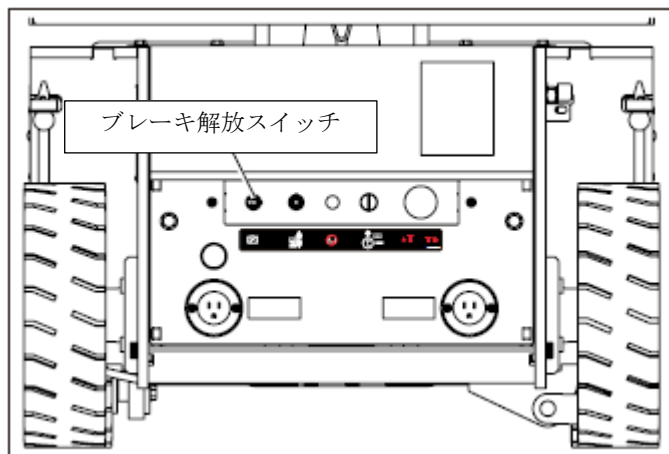

図8 - シャーシ後ろ側
- ブレーキ解放スイッチ（図8を参照）を、右へ10秒以上保持します。